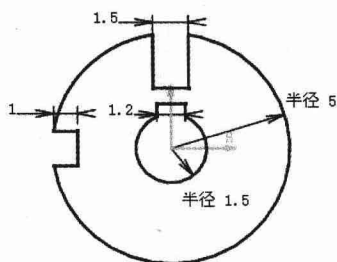

图 2.5 添加水平约束
Step5. 添加图 2.5 所示的水平约束。选择下列菜单 **插入** → **约束** → **约束创建** → **约束** 命令; 标注图中各直线的尺寸。